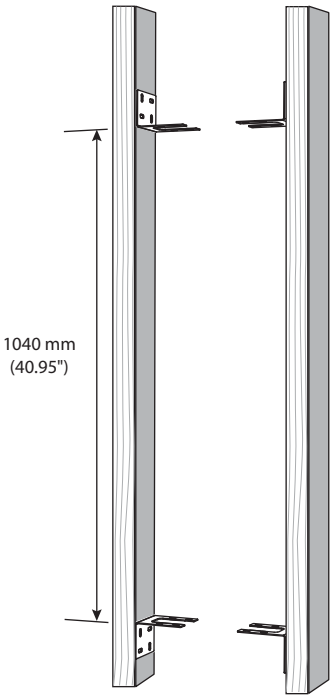

Fig.1 Instale los soportes en los montantes de la pared
3. Instale los cuatro soportes en los montantes de la pared y asegúrese de que la distancia entre los soportes superior e inferior sea como se muestra en la Fig.1.